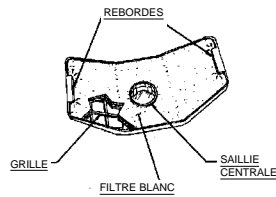

FIGURE 5
4. Poser le filtre à plat contre la grille qui se trouve dans le couvercle du filtre, en tournant le côté imprimé vers la grille. Aligner le trou du filtre et la saillie centrale du couvercle. Régler le filtre de façon à ce qu'il recouvre entièrement le couvercle et soit replié sous les languettes qui se trouvent de chaque côté de celui-ci. (Voir Figure 5.)